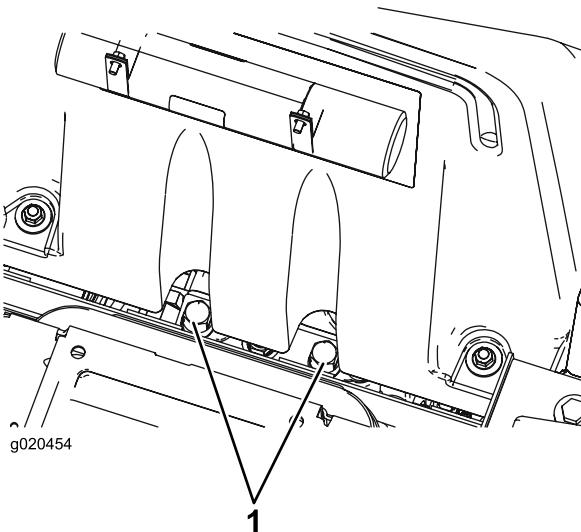

Figura 56
1. Sollevate il sedile. Le valvole di bypass sono posizionate sotto la parte anteriore del serbatoio (Figura 56).